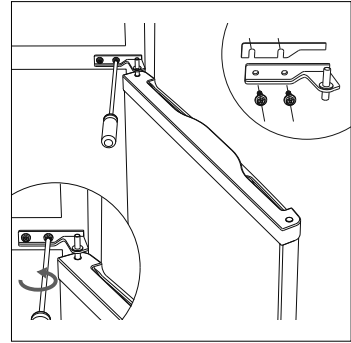

Abb. 7
- ▶ Entfernen Sie das mittlere Scharnier (12), indem Sie die Halterungsschrauben lösen (siehe **Abb. 7**).